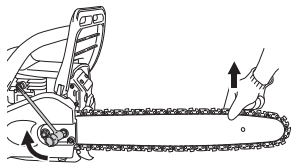

Fig. 7
8. Soulevez l'extrémité du guide-chaîne et, avec la clé universelle spéciale, resserrez fermement les écrous de la barre guide. (Fig. 7)